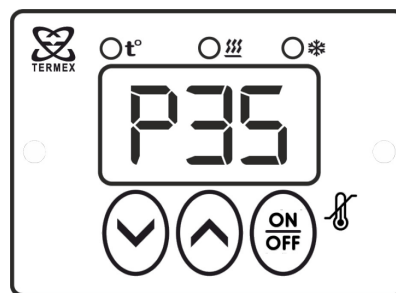

Рисунок 4 – Значение коэффициента пропорциональности на табло
- одновременно нажать и удерживать кнопки 13 и 14 (рисунок 2) в нажатом состоянии до появления на табло 11 значения пропорционального коэффициента регулятора. Коэффициент выводится на табло с префиксом 'P' (рисунок 4);